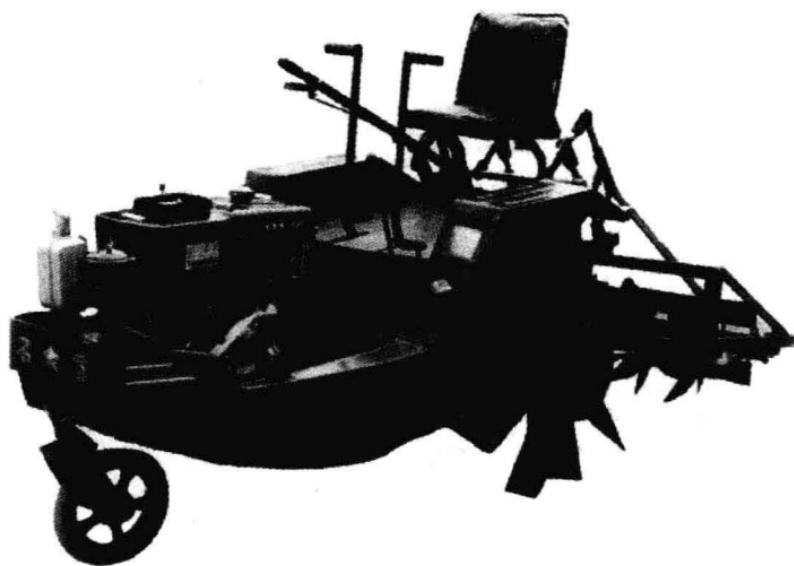

图 1-3 船式拖拉机
4) 特殊用途型拖拉机。特殊用途型拖拉机适用于在特殊工作环境下作业或适用于某种特殊需要,如船式拖拉机(图 1-3)、山地拖拉机、水田拖拉机等。